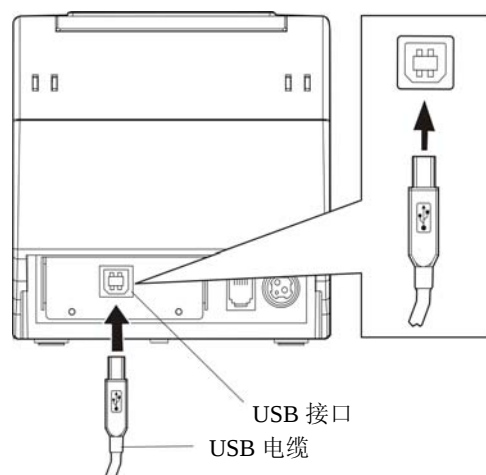

图 2-5 连接 USB 电缆
1. 将 USB 电缆的 A 端插头（方型）插进打印机的 USB 接口插座中（如图 2-5 所示）。